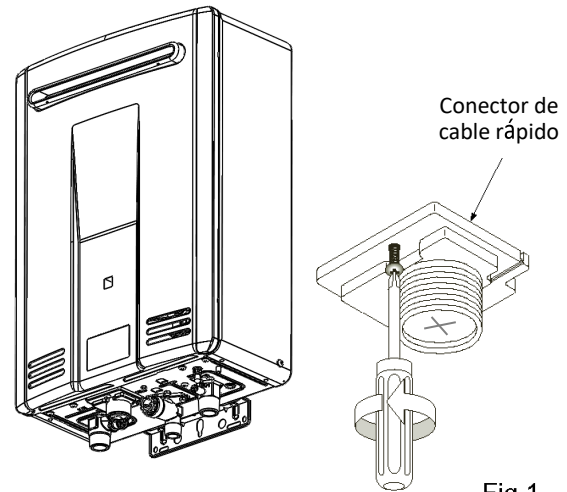

Fig.1
8. Retire el tornillo en el conector de cable rápido. (Fig. 1)